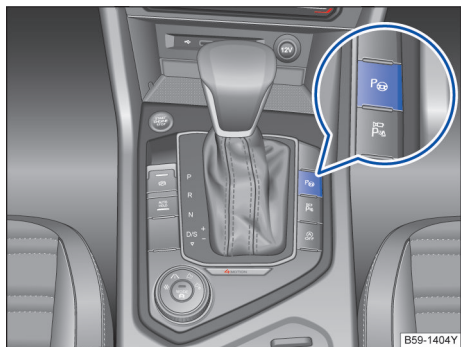
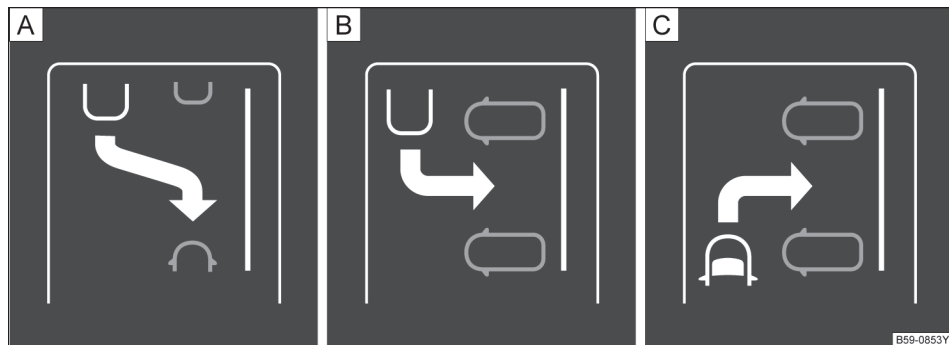
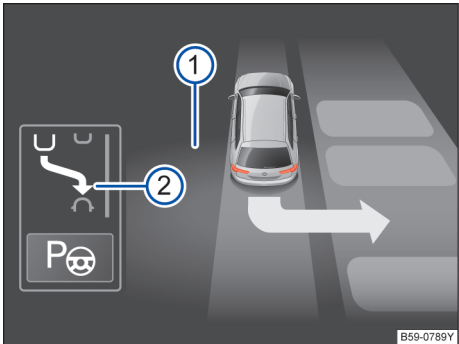

图 169 智能泊车辅助系统打开按钮
图 170 停车模式迷你显示概览：A 向后纵向驶入，B 向后横向驶入，C 向前横向驶入
图 171 在组合仪表显示器上：带迷你显示的智能泊车辅助系统显示
组成智能泊车辅助系统的零件包括位于前后保险杠上的超声波传感器、开启和关闭智能泊车辅助系统的按钮 ① → 图 169 和组合仪表显示器上的显示。
开启智能泊车辅助系统后，在辨识到停车位时，会在组合仪表显示器上提出建议的驶入模式。智能泊车辅助系统自动选择停车模式。所选停车模式显示在组合仪表显示器上→图 171。其他备选停车模式显示为迷你检视→图 170。如果智能泊车辅助系统的选择结果与所需停车模式不符，则可再次按下按钮  →图 169，选择另一个停车模式。